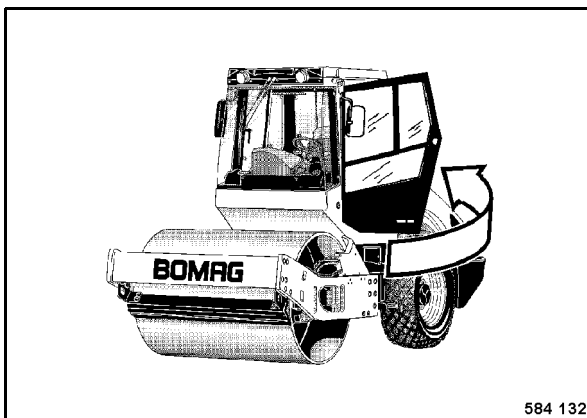

Fig. 55
- Cerrar la puerta de la cabina (Fig. 55).